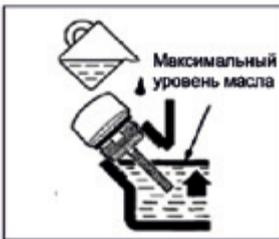

Рис. 18
6. Установите культиватор на горизонтальной поверхности и залейте новое моторное масло рекомендованное производителем до нижней кромки маслосливной горловины (рис. 18)